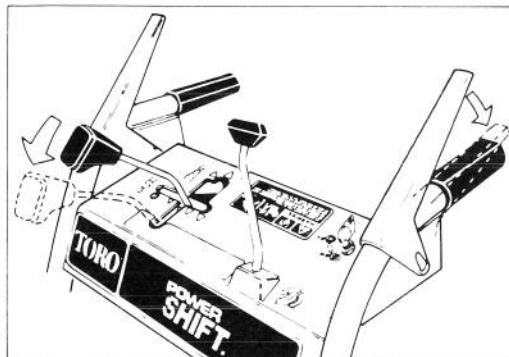

Abbildung 13
2. Um die Räder in die Vorderstellung oder Rückwärtsstellung zu bringen, die Schaltstange komplett nach vorn in die Power Shift-Stellung bringen und halten (Abb. 13).
3. Den Antriebshebel voll einrasten, um die Räder in die Power Shift-Stellung zu bringen (Abb. 13 und 14).